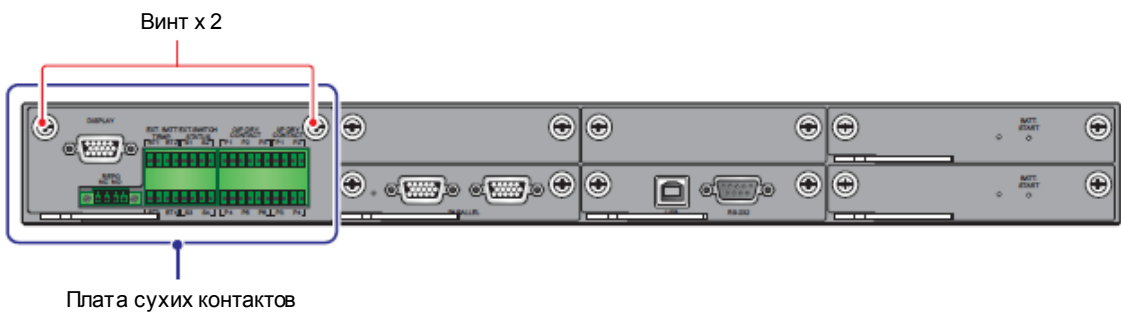
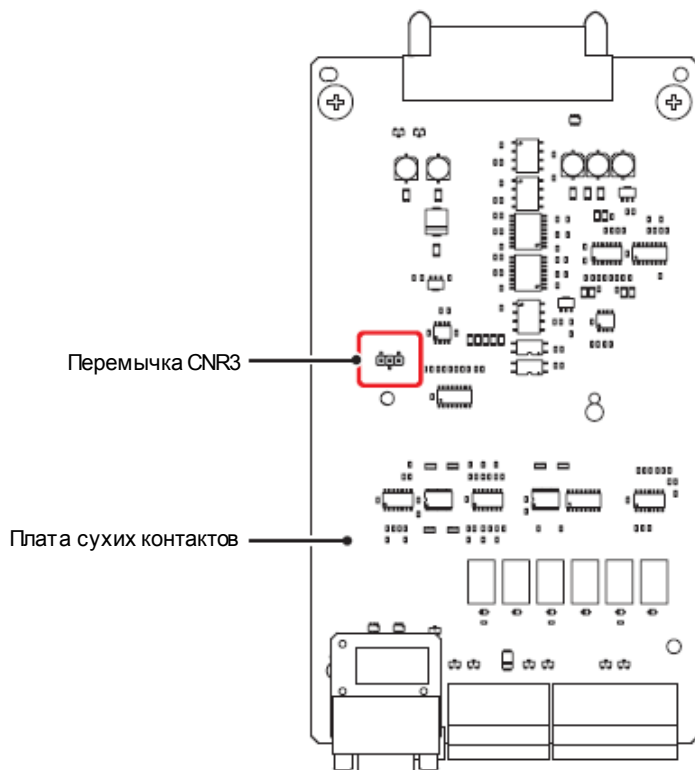

Рисунок 4-5: Расположение платы сухого контакта
Рисунок 4-6: Расположение перемычки CNR3
Если необходимо активировать функцию «нормально замкнутый» (NC), перед включением ИБП извлеките плату сухого контакта (см. **Рисунок 4-5**) и снимите перемычку CNR3 (см. **Рисунок 4-6**).